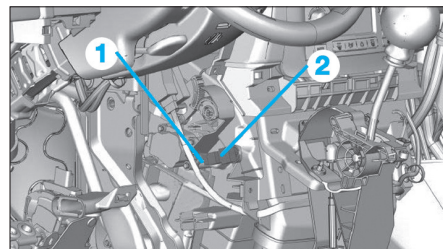

Fig. 45
- Déconnecter le connecteur (1) (Fig.45).
- Déposer la sonde (2).